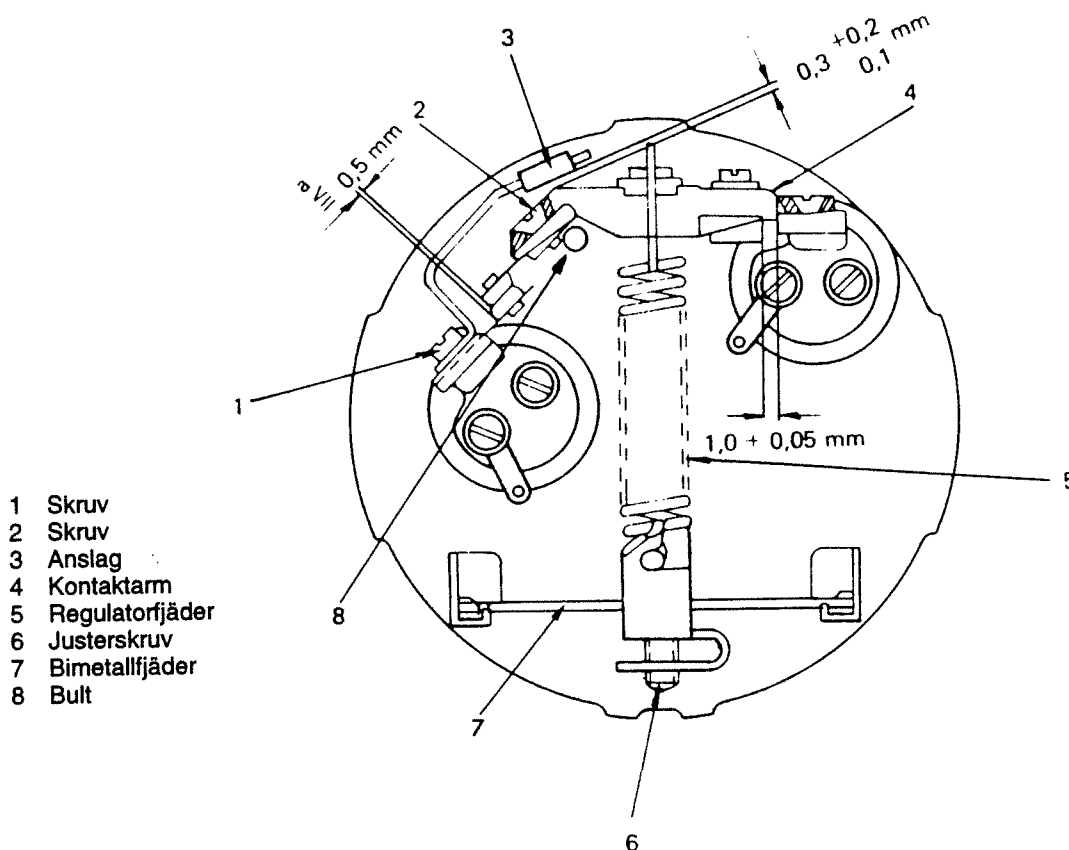

Bild 25. Regulatorkontakternas placering
5.1.1 Lägg ett ca 2 mm tjockt avståndsstycke mellan bulten 8 och kontaktarmen 4 så att kontaktrycket upphävs. Se bild 25.
Bild 25 visar tillåtna toleranser.